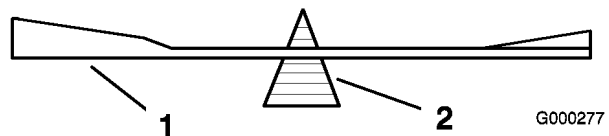
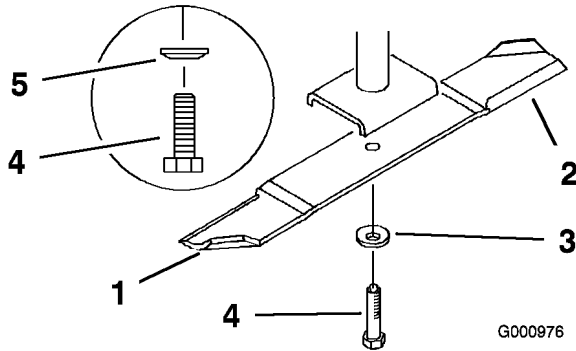

Bild 74
Bild 75
2. Entfernen Sie die Messerschraube, Federscheibe und das Messer von der Spindelwelle (Bild 75).
2. Überprüfen Sie die Auswuchtung des Schnittmessers auf einer Ausgleichsmaschine (Bild 74). Wenn das Schnittmesser in seiner horizontalen Position bleibt, ist es ausgewuchtet und kann wiederverwendet werden. Feilen Sie, wenn das Schnittmesser nicht ausgewuchtet ist, vom Flügelbereich des Messers etwas Metall ab (Bild 75). Wiederholen Sie diesen Vorgang, bis das Messer ausgewuchtet ist.
1. Setzen Sie das Messer auf die Spindelwelle (Bild 75).
2. Setzen Sie die Federscheibe und die Messerschraube ein. Der Konus der Federscheibe muss bei der Installation in Richtung Schraubenkopf zeigen (Bild 75).